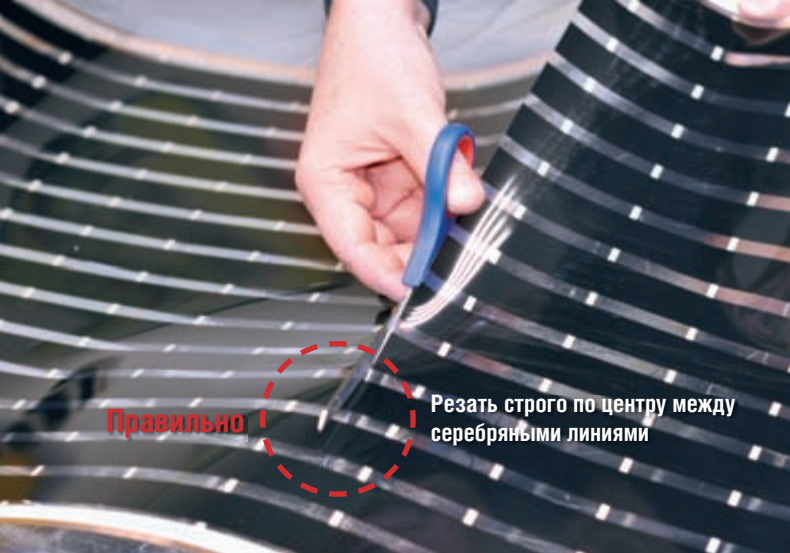

Рис. 7. Разрезание термопленки CALEO PLATINUM посередине между серебряными линиями, расположенными перпендикулярно медной шине
7. Раскатайте рулон термопленки поверх теплоотражающего материала (рис. 5) и разрежьте на полосы нужного вам размера (рис. 7).
- 7.3 Резать термопленку можно только посередине между горизонтально расположенными серебряными линиями (рис. 7).